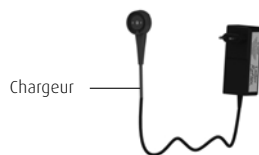

Figure 1 Mise en marche.
Avant de pouvoir utiliser l'Elexo XXL, celui-ci doit être activé en enfonçant n'importe lequel des boutons de la commande manuelle pendant deux (2) secondes (Cf. figure 1).